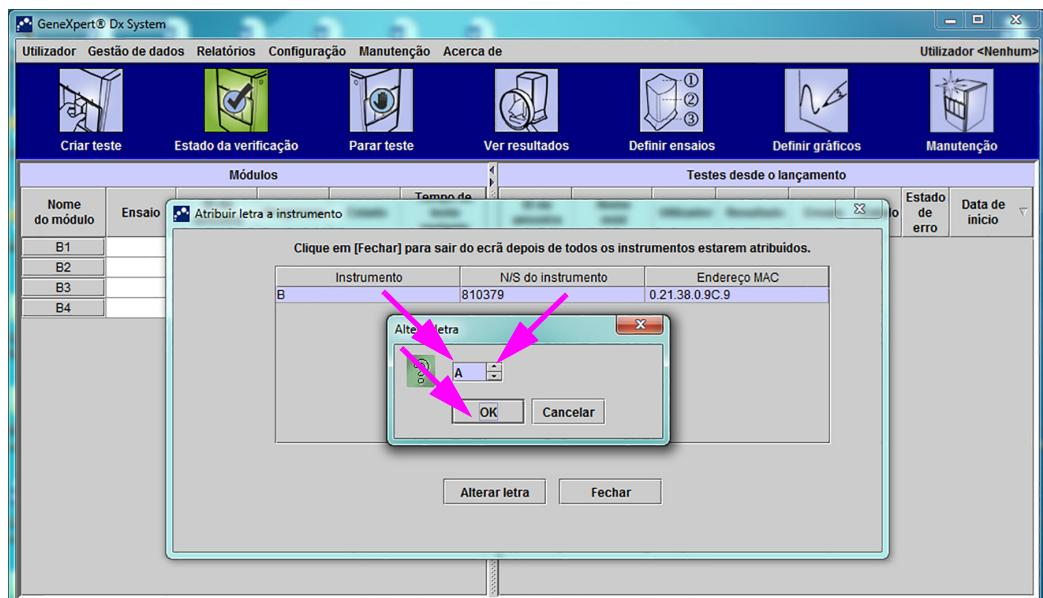

Figura 2-58. Janela GeneXpert Dx System com caixa de diálogo Alterar letra sobreposta
É apresentada a caixa de diálogo Alterar letra, tal como mostrado na figura 2-58. Selecione a letra que pretende atribuir ao(s) módulo(s) utilizando as setas para cima/baixo na caixa de diálogo Alterar letra.
6. Depois de alterar a letra de atribuição, clique em **OK**. Consulte a figura 2-58.